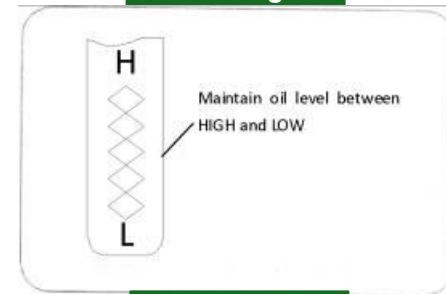

Abbildung 29
4. Schrauben Sie den Öleinfülldeckel vom Öleinfüllstutzen ab und nehmen Sie ihn ab. Beachten Sie den Ölstand. Wenn der Ölstand am Messstab unter der Markierung „LOW“ liegt, füllen Sie langsam Öl nach, um den Stand „HIGH“ zu erreichen, siehe Abbildung 29.